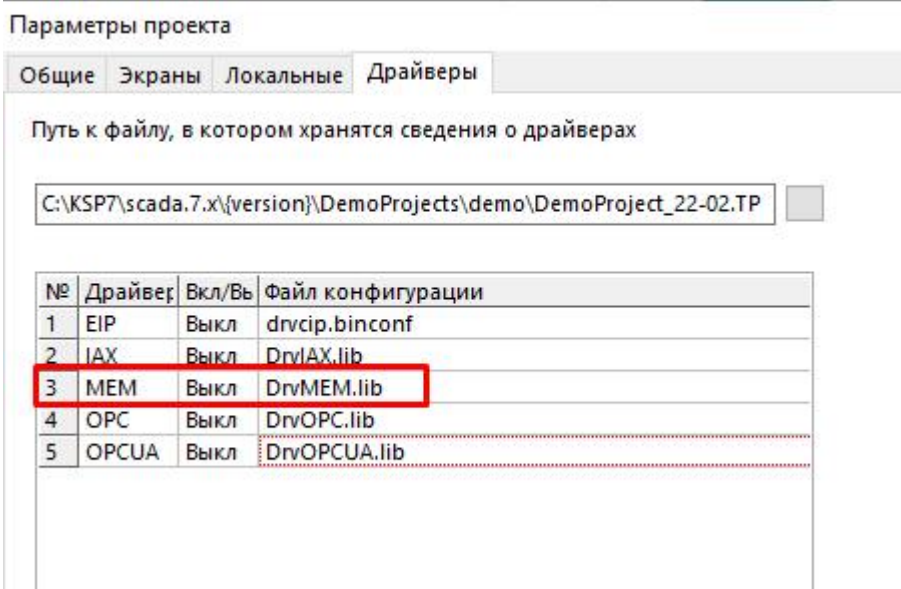

Рисунок 4.3 - Параметры драйвера
- Щелкнуть по вкладке **Инструменты** в строке меню. Перейти в *Проект* и в открывшемся окне *Параметры проекта* во вкладке **Драйверы** (см. рис. 4.3) изменить параметр драйвера MEM с *Выкл.* на *Вкл.*